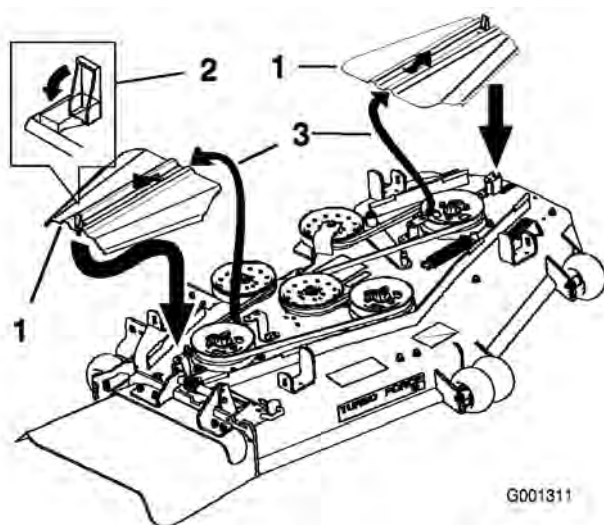

Figure 52
10. Posez les couvercles de courroie et fermez les verrous (Figure 52).